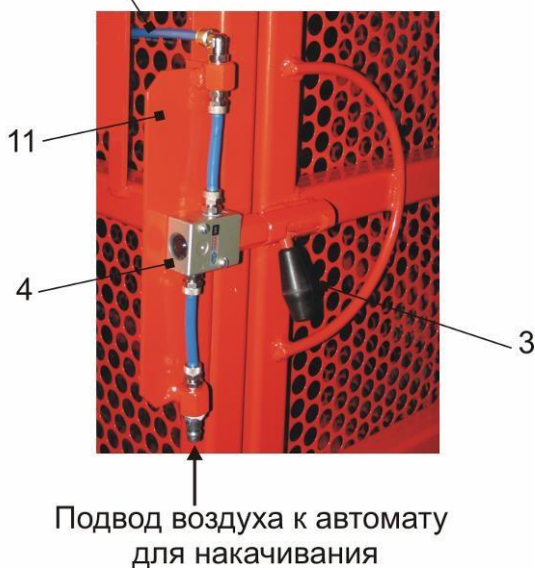

Рисунок 3 – Внешний вид
5.3.5 Если нет подачи сжатого воздуха, то необходимо ослабить крепление распределителя 4 и перемещать его вправо до момента, когда будет подача сжатого воздуха и распределитель 4 закрепить (рис.3).